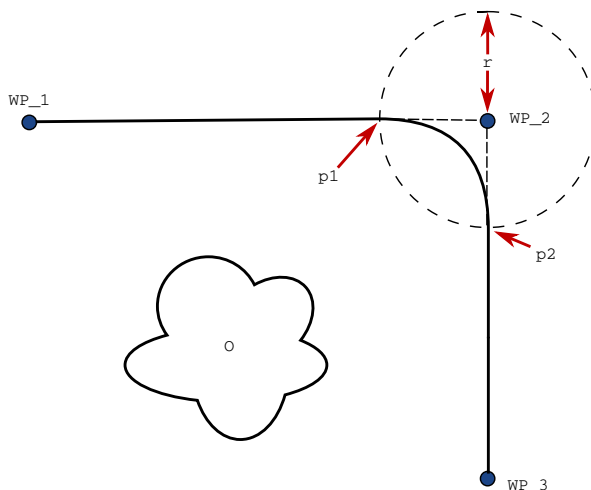

Figura 14.3: União WP\_2 com raio  $r$ , posição da união inicial em  $p1$  e posição da união final em  $p2$ .  $O$  é um obstáculo.
**Parâmetros de união** Além dos pontos de rota, vários parâmetros influenciarão a trajetória da união (consulte a figura 14.3):